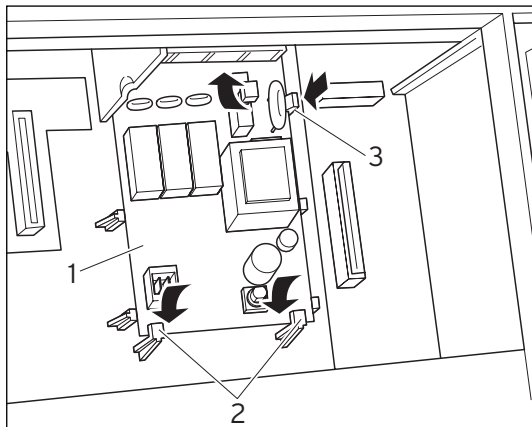

Fig. 3.1 Printkortet klikker fast
- Skyd printkortet (1) ind under holdetungerne (2) (se fig. 3.1).
- Tryk printkortet forsigtigt ind mellem centreringsringe i holderne **(3)** (fig. 3.1), indtil printkortet klikker fast.